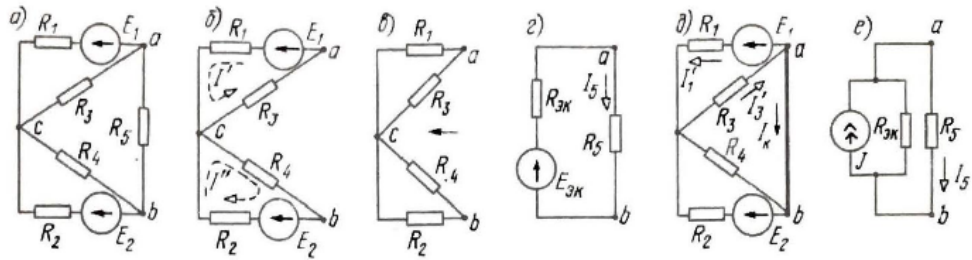

Рис. 1.52
**1.52.** Методами эквивалентного источника ЭДС и эквивалентного источника тока найти ток в ветви  $R_5$ , если  $E_1 = E_2 = 20 \text{ В}$ ,  $R_1 = R_2 = 40 \text{ Ом}$ ,  $R_3 = 10 \text{ Ом}$ ,  $R_4 = 160 \text{ Ом}$ ,  $R_5 = 20 \text{ Ом}$  (рис. 1.52,  $а$ ).
Решение. 1. Рассчитаем методом эквивалентного источника ЭДС. Отключим ветвь с  $R_5$  (рис. 1.52,  $б$ ) и найдем его параметры с ЭДС  $E_{эк}$  (т. е. напряжение  $U_{abx}$  холостого хода между точками  $a$  и  $b$ ) и  $R_{эк}$  — сопротивление схемы рис. 1.52,  $в$  между точками  $a$  и  $b$  в режиме холостого хода при закороченных ЭДС  $E_1$  и  $E_2$ . Схема эквивалентного источника ЭДС приведена на рис. 1.52,  $г$ . ЭДС эквивалентного источника и его сопротивление равны:
2. При расчете методом эквивалентного источника тока ветвь  $R_5$  закорачиваем (рис. 1.52,  $\delta$ ). Ток  $I_k$ , проходящий по закороченной ветви  $ab$ , является током эквивалентного источника тока ( $I_k = J$ ). Найдем его. Это можно сделать, рассчитав двухузловую схему (рис. 1.52,  $\delta$ ) методом узловых напряжений. Приняв потенциал точек  $a$  и  $b$  равным нулю ( $V_a = V_b = 0$ ), найдем
Из схемы эквивалентного источника тока (рис. 1.52,  $e$ ) по формуле (О.1.26) находим искомый ток  $I_5 = J \frac{R_{\text{эк}}}{R_{\text{эк}} + R_5} = 0,3 \frac{40}{40 + 20} = 0,2 \text{ А}$ .
В заключение рассмотрим вопрос о мощностях, доставляемых источниками при их преобразовании. Из теории известно, что при преобразованиях источников токи в ветвях, не подвергшихся преобразованию, остаются неизменными, а мощности, доставляемые источниками, изменяются. Так, для схем (рис. 1.52,  $z$  и  $e$ ) ток в ветви  $R_5$ , не подвергшейся преобразованию, в обоих случаях одинаков:  $I_5 = 0,2 \text{ А}$ . Мощности же в цепях схем (рис. 1.52,  $z$ ,  $e$ ) различны:  $P_1 = E_{\text{эк}} I_5 = 12 \cdot 0,2 = 2,4 \text{ Вт}$ ,  $P_2 = U_{\text{н}} J = I_5 R_5 J = 0,2 \cdot 20 \cdot 0,3 = 1,2 \text{ Вт}$ .